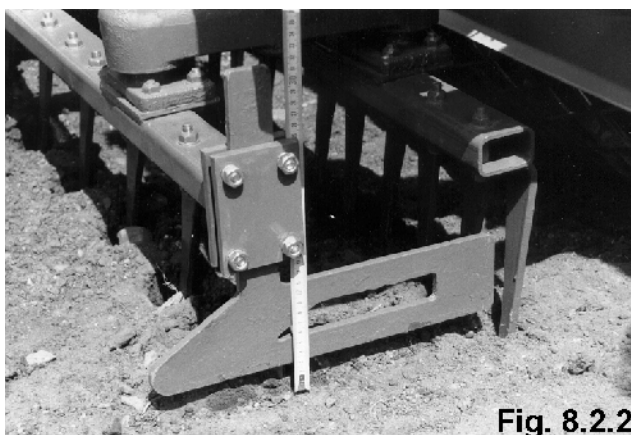

Fig. 8.2.2
- Justér radrenserne på en sådan måde, at de befinder sig ca. 2 cm over jorden (fig. 8.2.2).